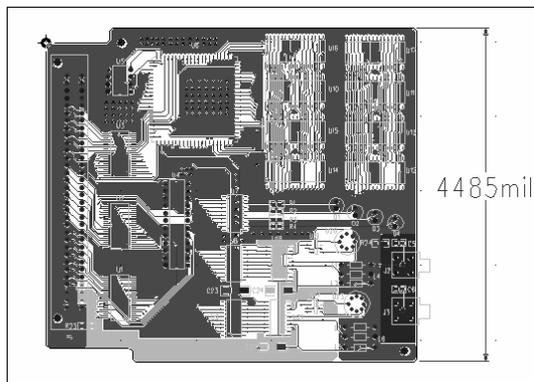

图 13-10 垂直标注模式下的尺寸标注
(6) 标注图形映像附着在光标上, 在合适的位置处单击鼠标左键放置, 完成标注如图 13-10 所示。